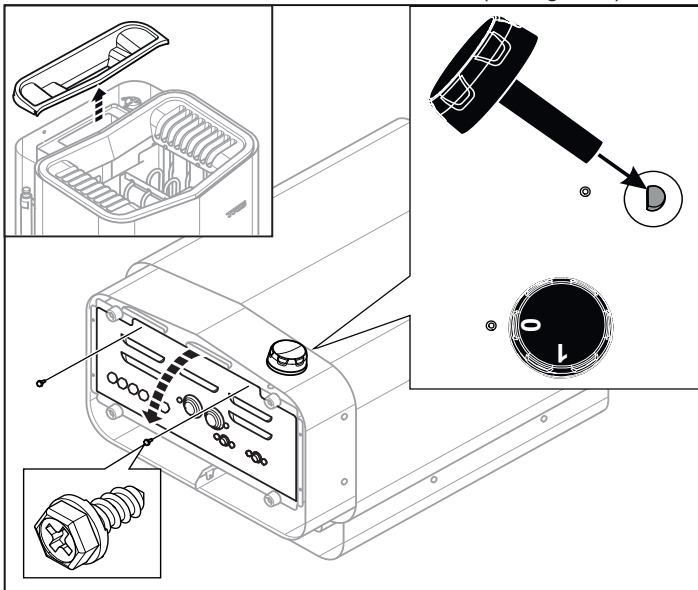

Figure 9 : Ouverture/fermeture du couvercle
- Retirez le couvercle du réservoir d'eau et couchez le poêle avec la face avant tournée vers le haut. Monter le bouton (voir figure 9).
- Desserrez les vis et ouvrez le couvercle (voir figure 9).
- Fermez le couvercle et serrez les vis (voir figure 9).